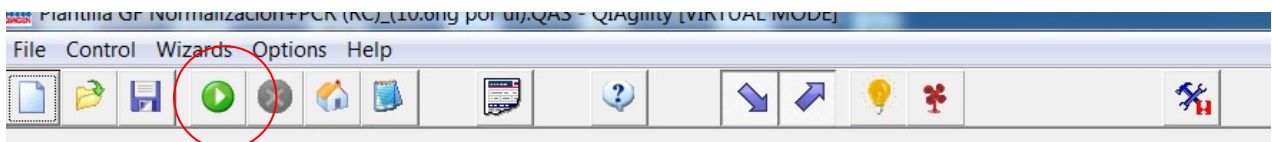

Figura 10. Inicio de corrida
2.12) Cierre el equipo y de click en el icono Run (Figura 10)